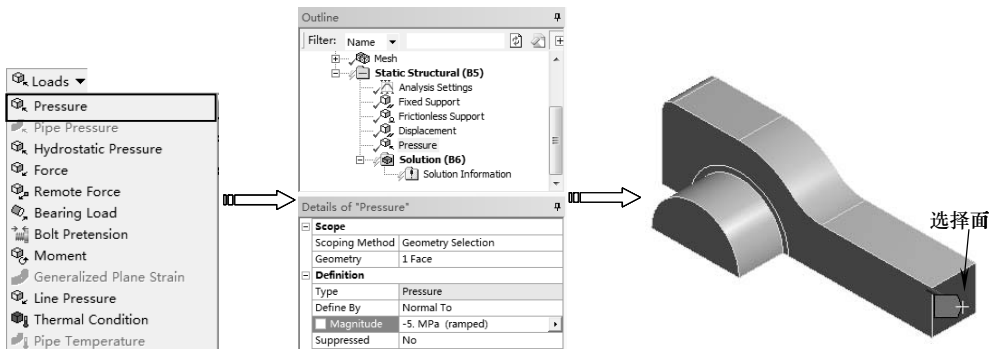

图 8-57 施加压力
4) 单击【Environment】工具栏上的【Loads】|【Pressure】命令, 单击【图形】工具栏上的选择模式下的【Single Select (单选)】按钮 , 然后再单击【Face (选择面)】按钮 , 在详细设置窗口中单击【Scope】选项下的【Scoping Method】项, 选择如图 8-57 所示表面。最后, 单击【Geometry】项中的【Apply】按钮, 在【Magnitude】文本框中输入 -5MPa, 如图 8-57 所示。